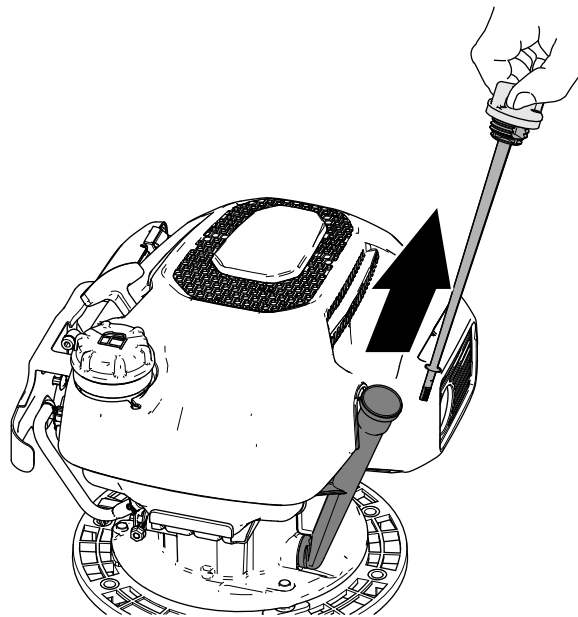

Bild 14
2. Entfernen Sie den Peilstab aus dem Öleinfüllstutzen und wischen Sie ihn mit einem sauberen Lappen ab (Bild 14).